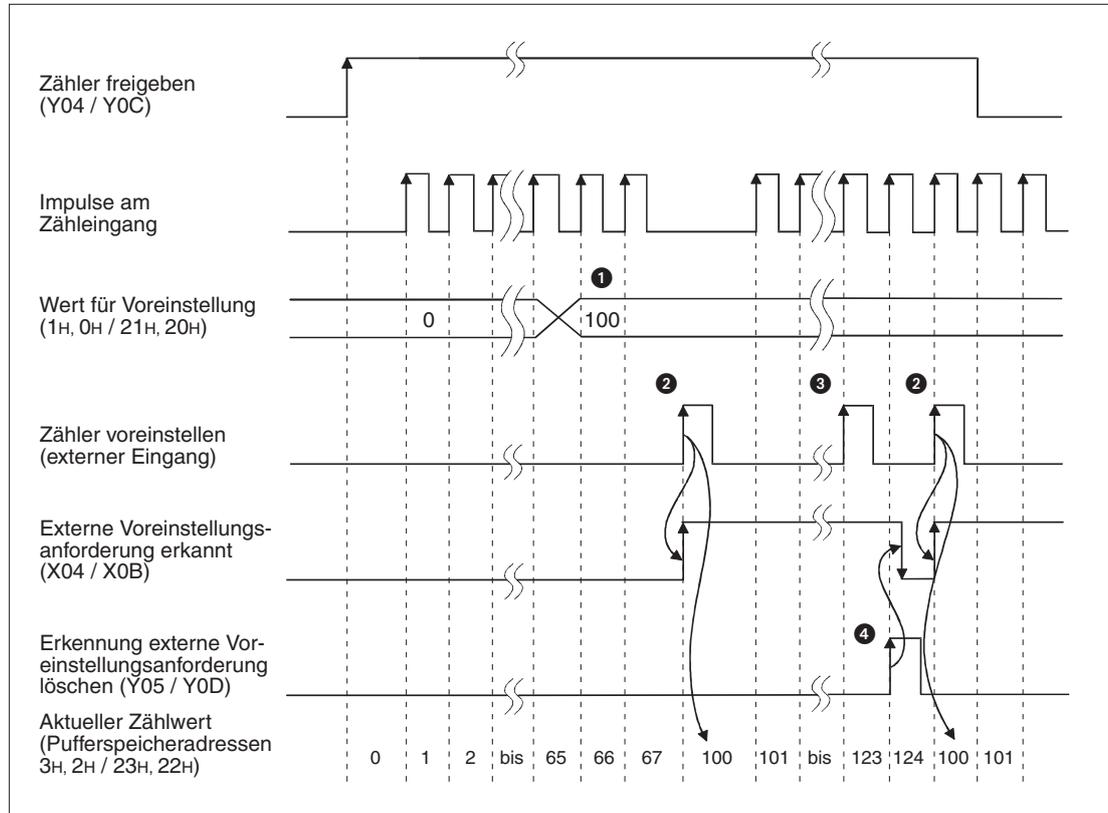

Abb. 6-13: Voreinstellung durch ein externes Signal
Ist der Eingang „Externe Voreinstellungsanforderung erkannt“ (X04 / X0B) eingeschaltet, ist keine weitere Voreinstellung über die externen Voreinstellungseingänge oder die Ausgangssignale Y01 / Y09 möglich. Voreinstellungen können in diesem Fall erst wieder vorgenommen werden, nachdem dieser Eingang durch den Ausgang „Erkennung externe Voreinstellungsanforderung löschen“ (Y05 / Y0D) ausgeschaltet wurde (siehe ③ und ④ in Abb. 6-13).